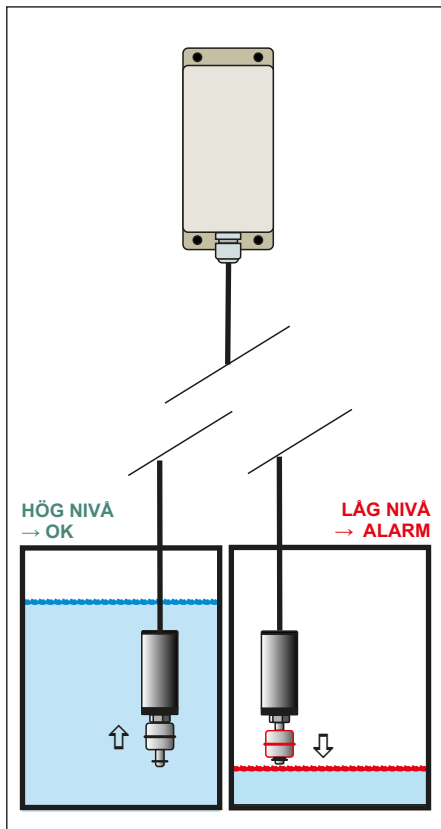

BILD 1
A. En sändare som installeras i tanken eller pumpbrunnen med en flottörbrytare som känner av vattennivån. (Bild 1)
Förpackningen innehåller en sändare med nivågivare (Bild 1) och en mottagare med nätadapter (Bild 2) som är kodade parvis så att varje mottagare enbart reagerar på larm från sin egen sändare.